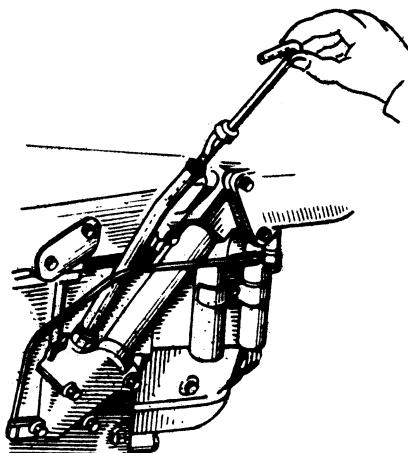

Рис. 33. Проверка уровня масла
2. Залить в картер двигателя чистое масло рекомендуемой марки до верхней метки указателя уровня масла (рис. 33).